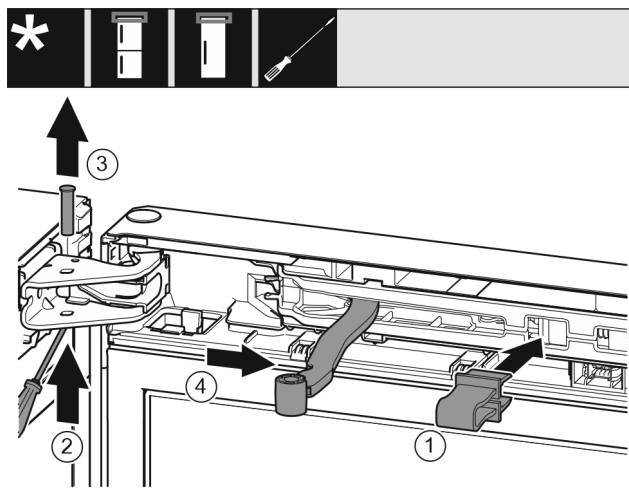

Fig. 9
- ▶ Innestare la protezione nell'apertura. Fig. 9 (1)
- ▶ Spingere verso l'esterno il perno con un cacciavite. Fig. 9 (2)
- ▶ Estrarre il perno verso l'alto. Fig. 9 (3)
- ▶ Ruotare il giunto articolato in direzione della porta. Fig. 9 (4)